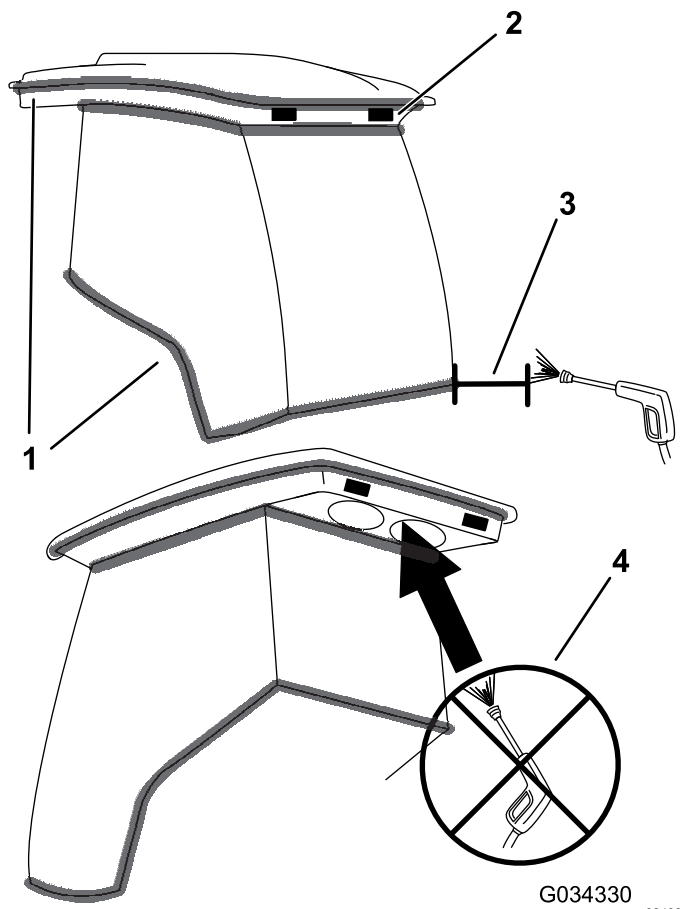

図 132
**重要**キャブのシール部分とライト部分に注意してください 図 132。圧力洗浄機を使用する場合は、洗浄機のノズルをキャブから少なくとも 60cm 離して洗浄してください。キャブのシール部分、ライト、後部のオーバーハングに高圧洗浄機の水を直接吹き付けしないでください。